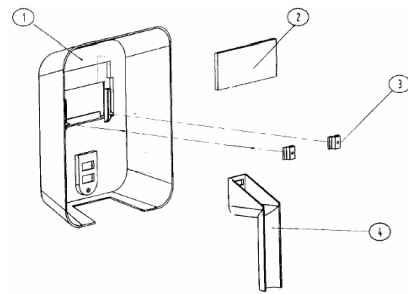

Abbildung 2-7
2.3.7 Montage des Schweißerschutzschildes (vergleiche Abbildung 2-7)